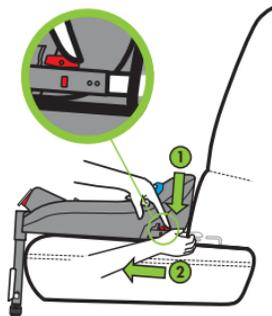

Figure 53
Dégagez le connecteur du DUA en appuyant sur (1) et en faisant glisser vers l'arrière (2) le bouton rouge de déverrouillage du système DUA, comme illustré à la **Figure 53**. Lorsque le connecteur est dégagé, les indicateurs passent du vert (verrouillé) au rouge (déverrouillé).